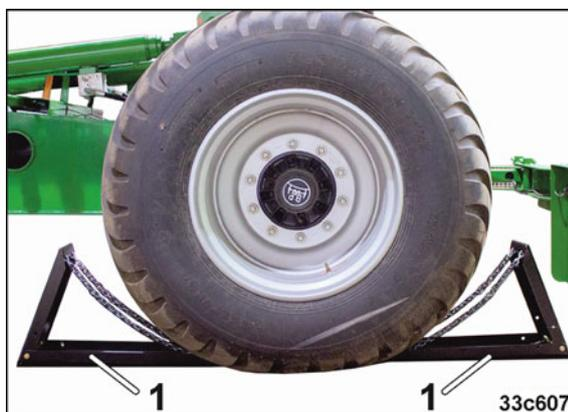

Рис. 138
10. Зафиксируйте колесо машины двумя противооткатными упорами (Рис. 138/1)